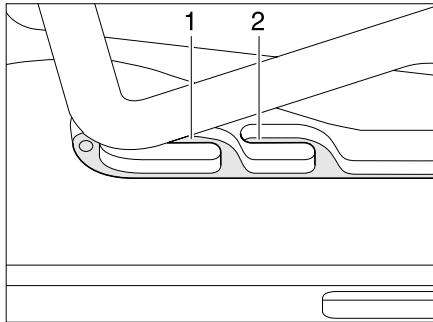
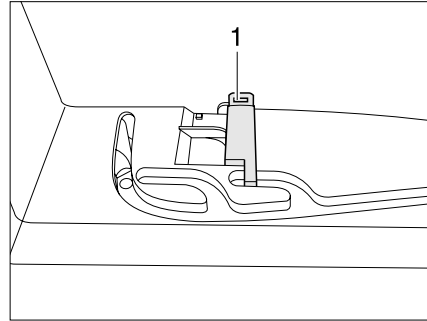

Bild 26 Heki-Dachhaube in Lüftungsstellung
Bild 27 Verriegelung Lüftungsstellung
Die Heki-Dachhaube kann in zwei Lüftungsstellungen gebracht werden: Schlechtwetterstellung (Bild 26,1) und Mittelstellung (Bild 26,2). Je nach Modell kann die Dachhaube in der Mittelstellung mit dem Riegel (Bild 27,1) verriegelt werden.
- ▶ Den Bügel leicht nach oben drücken und in die gewählte Führung (Bild 26,1 oder 2) schieben und ggf. verriegeln.